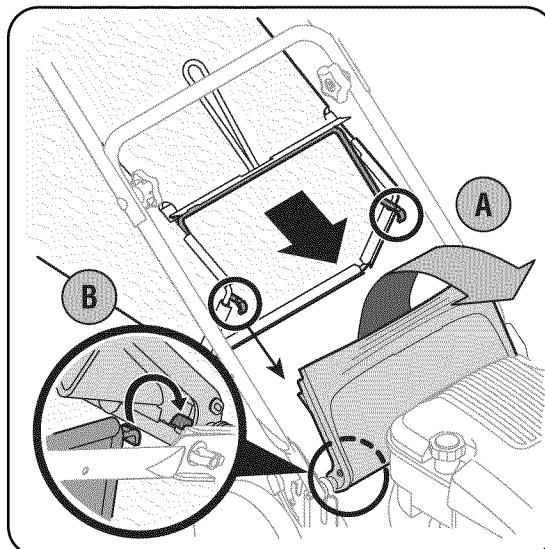

Figura 3-6
- Coloque la colectora de recortes en la varilla. Descanse la puerta de descarga sobre la tolva para recorte de césped. Vea la Figura 3-6.
Para sacar la tolva para recortes o convertirla en una abonadora, levante la puerta posterior para descarga de la podadora, como se muestra en la Figura 3-6. Levante la tolva hacia afuera de la barra de pivot. Suelte la puerta de descarga y permita que la misma cierre la abertura trasera de la podadora.